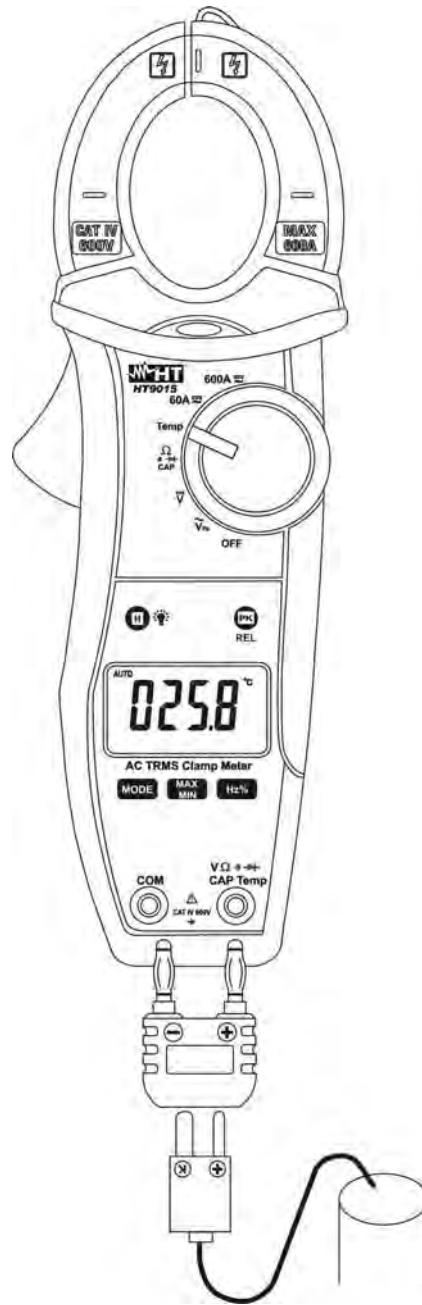

Abb. 8 Temperaturmessung
3. Verbinden Sie den Temperaturfühler Type K mit der **VΩHz%Temp** und **COM** Eingangsbuchse unter Berücksichtigung der korrekten Polarität (siehe Abb.8). Der Temperaturwert wird nun im Display angezeigt.